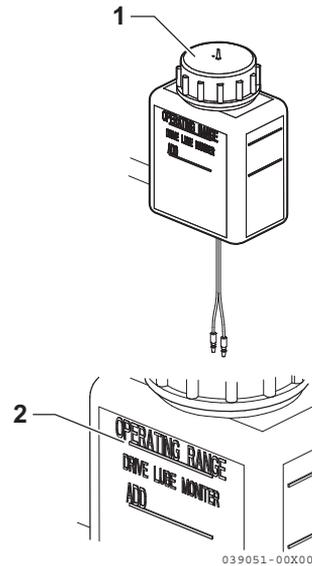

Figura 14
13. Riempire il serbatoio dell'olio fino a raggiungere la gamma operativa (**Figura 14**).